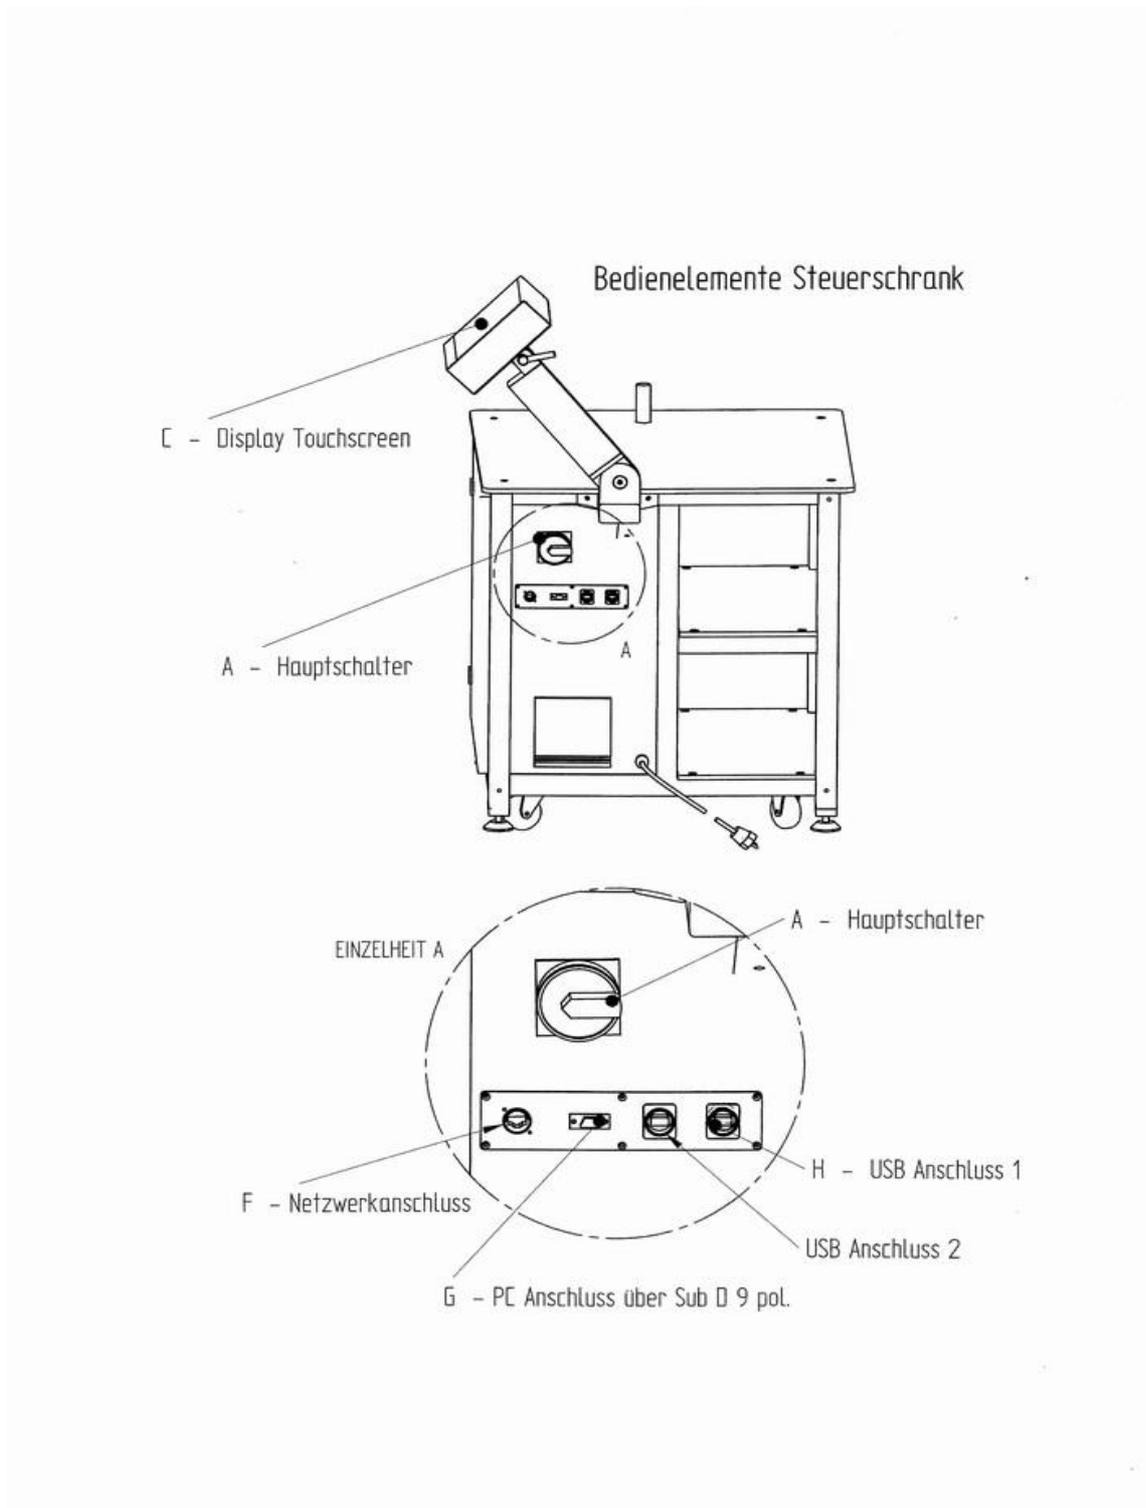
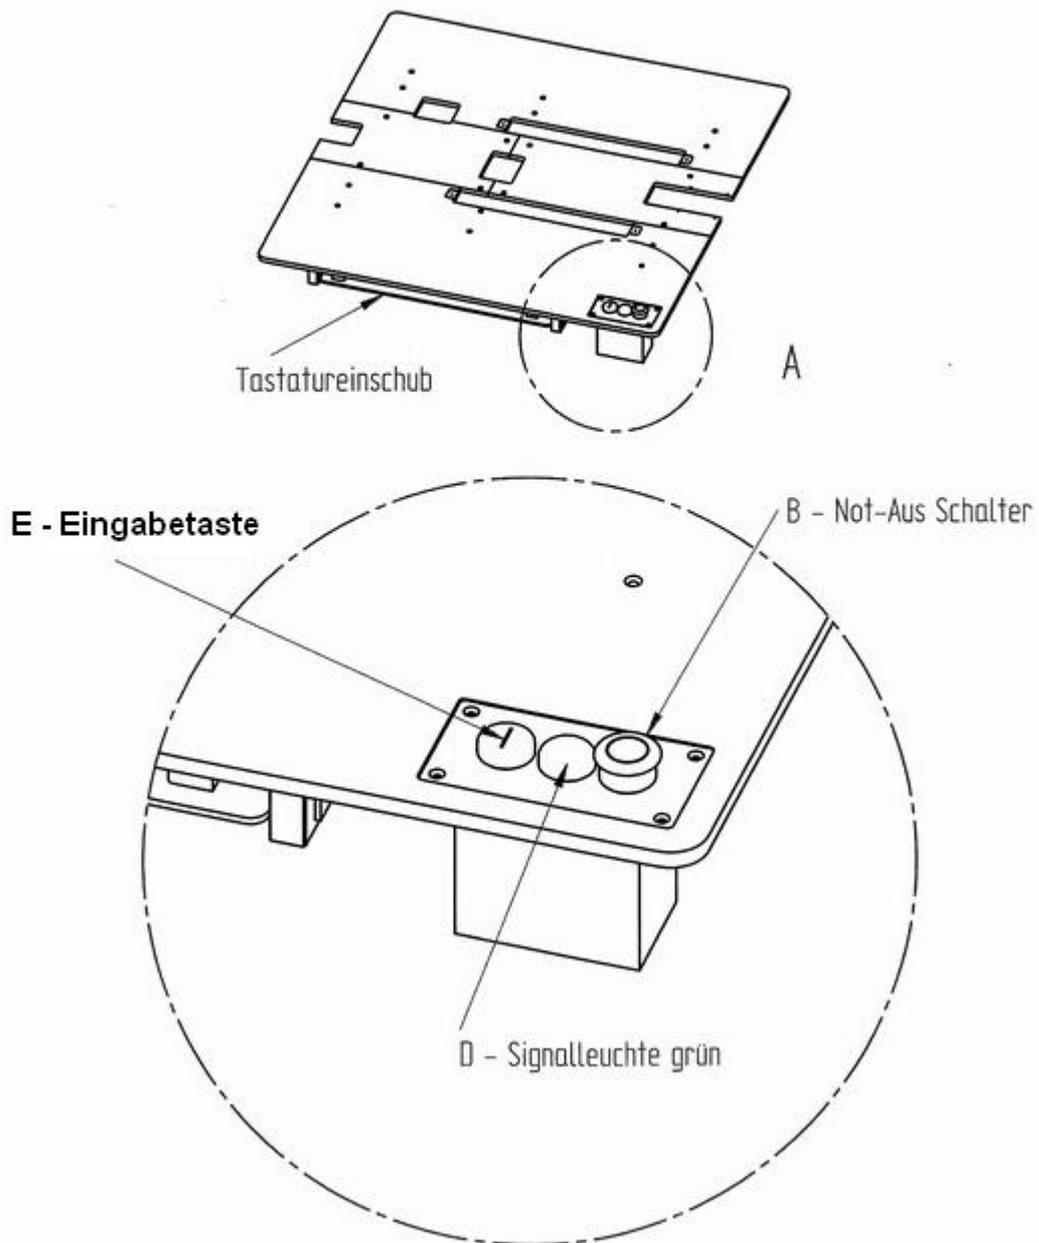

Abb. 11: Bedienelemente Schaltschrank
Abb. 12: Bedienelemente Prägeeinheit
16. USB Kabel der Tastatur (unter der Tischplatte) nach rechts unter der Prägeeinheit durch schieben und in die USB Buchse stecken (siehe Abb. 11) 'H'
Nach dem Einschalten des Hauptschalters 'A' auf der rechten Seite des Schaltschranks (Siehe Abb. 11) beginnt die grüne Signalleuchte 'D' auf dem Tisch der Prägeeinheit zu blinken. (Siehe Abb. 12) Es laufen folgende Schritte ab: